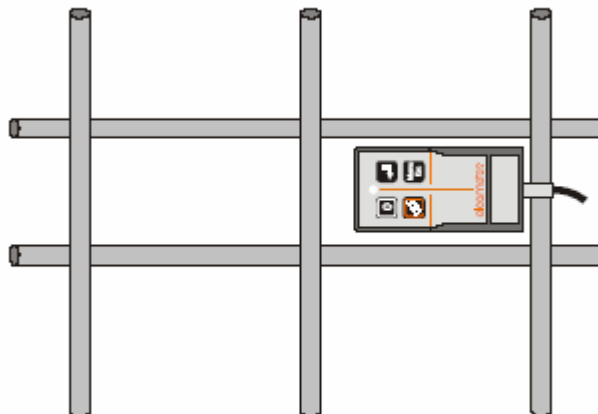

図19:ゼロ設定
1. サーチヘッドをコンクリート表面にあてがいます。図19に示すように、サーチヘッドの中心が、鉄筋間の中央位置にあるようにしなければなりません。